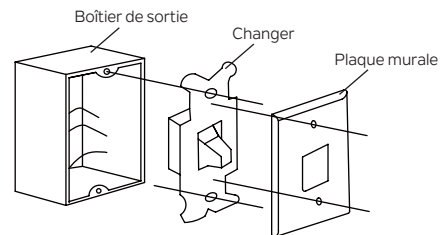

Fig. 15
**Étape 1.** Retirez la plaque murale existante et l'interrupteur de la boîte de prise murale. Débranchez les fils de l'interrupteur existant. (Fig. 15)